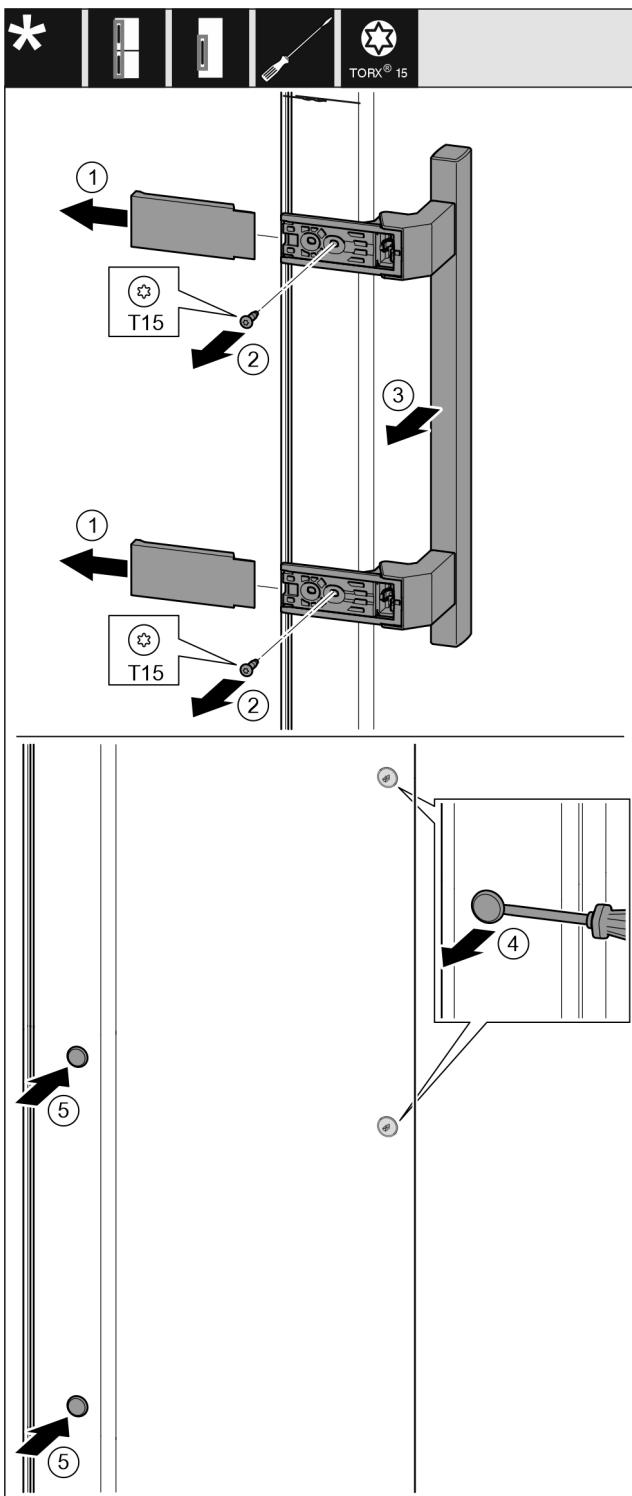

Fig. 15
- ▶ Stiahnite kryt. Fig. 15 (1)
- ▶ Skrutkovačom Torx 15 vyskrutkujte skrutky. Fig. 15 (2)
- ▶ Odoberete držadlo. Fig. 15 (3)
- ▶ Plochým skrutkovačom opatne nadvihnite a vyberte bočnú zátku. Fig. 15 (4)
- ▶ Zátku opäť nasadťte na druhú stranu. Fig. 15 (5)